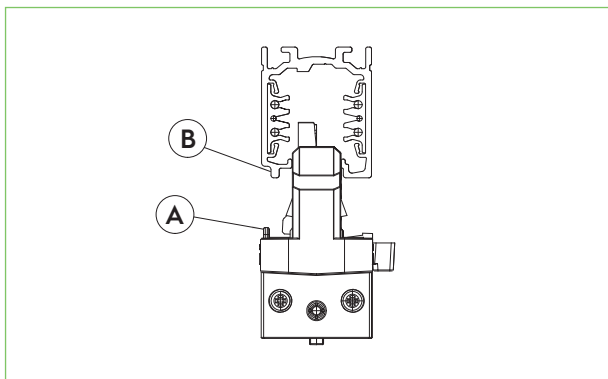

Fig. 3 Chiave meccanica
Inserire l'adattatore nel binario, in modo tale che la chiave meccanica (A) dell'adattatore si trovi con lo scarico (B) presente sul binario (fig.3). Ruotare la leva della camma (C) di circa 90°, assicurandosi di arrivare nella posizione di blocco (fig.4).